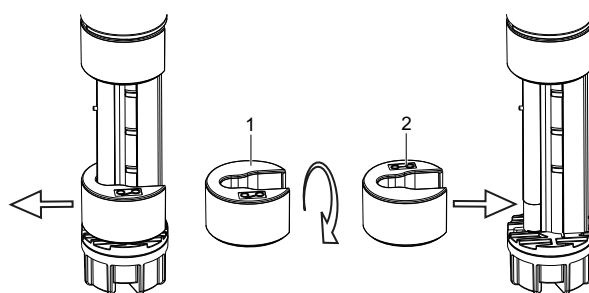

Abb. 7 Kontaktart ändern
Saugglanzen und Fußventile mit zweistufiger Niveauüberwachung haben zwei Signalausgänge. Diese haben werkseitig die Kontaktart Schließer (NO). Das Symbol befindet sich auf der Schwimmeroberseite (siehe Abb. 7).